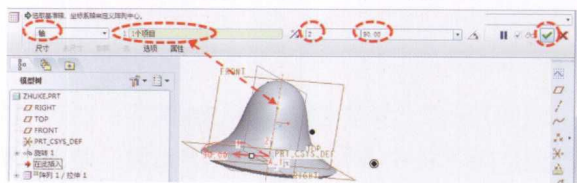

图1-17
(10) 单击模型正中的中心线，将模型的中心轴设置为第二个空白框里的一个项目，其他参数如图1-17所示。设置好后可以确定并退出阵列。